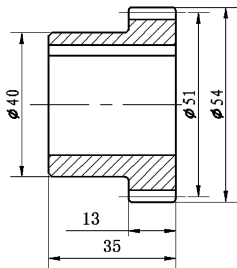

图9-58 标注线性及基线尺寸
(2) 单击“注释”选项卡“标注”面板中的“线性”按钮，标注齿轮轴套主视图中的线性尺寸“13”。单击“注释”选项卡“标注”面板中的“基线”按钮，标注基线尺寸“35”，结果如图9-58所示。